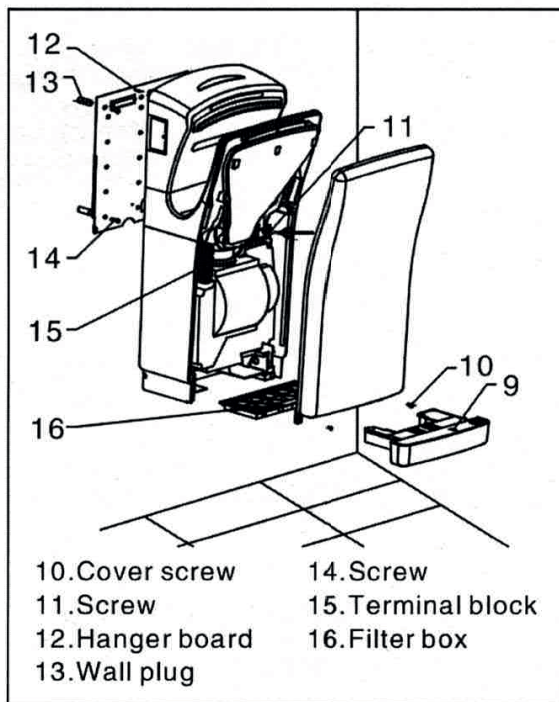

fig.2
3. Entfernen und bewahren Sie das Tablett, 2 Deckelschrauben und Abdeckung (siehe Abb.2).
- 3.. Remove and retain tray, 2 cover screws and cover (see fig.2).